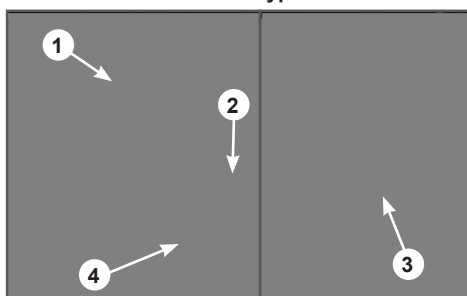

Рис. 8 Основные элементы топливного бака
После заправки топливного бака убедитесь в том, что крышка заливной горловины закрыта должным образом. Основные элементы топливного бака показаны на Рис. 8.
1. Откройте топливный кран (Рис. 8 п. 3).
2. Переведите рычаг топливного крана (Рис.8 п.3) в вертикальное положение (открыто).